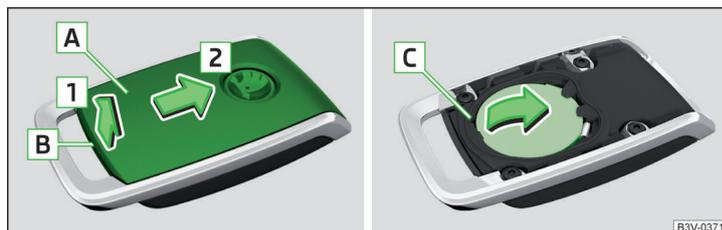

Abb. 339 Abdeckung aufklappen / Batterie herausnehmen
- › Mit einem dünnen Schlitzschraubendreher die Abdeckung **A** im Bereich **B** lösen » Abb. 339.